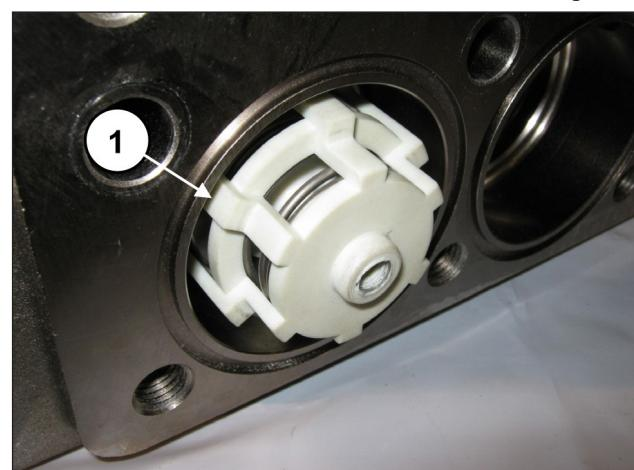

Fig. 152
Il gruppo valvola completo deve essere inserito completamente a fondo e presentarsi come in pos. ①, Fig. 152.